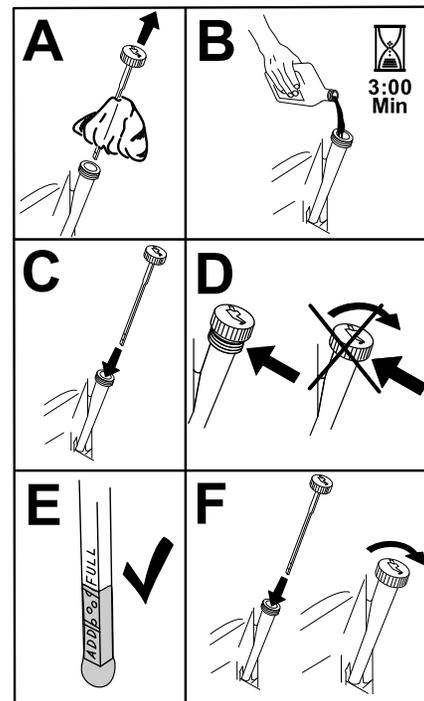

Figura 33
8. Vierta lentamente un 80 % aproximadamente del aceite especificado por el tubo de llenado, luego añada lentamente el resto del aceite hasta que llegue a la marca de **Lleno** (Figura 33).